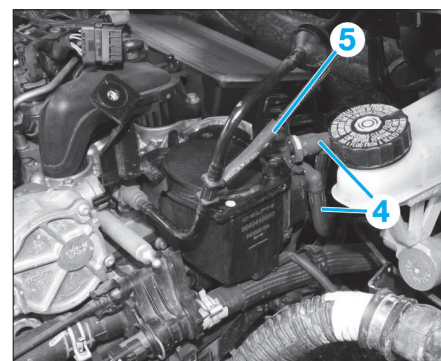

Fig. 50
- les tuyaux de carburant (4) (Fig.50),
- le connecteur (5).